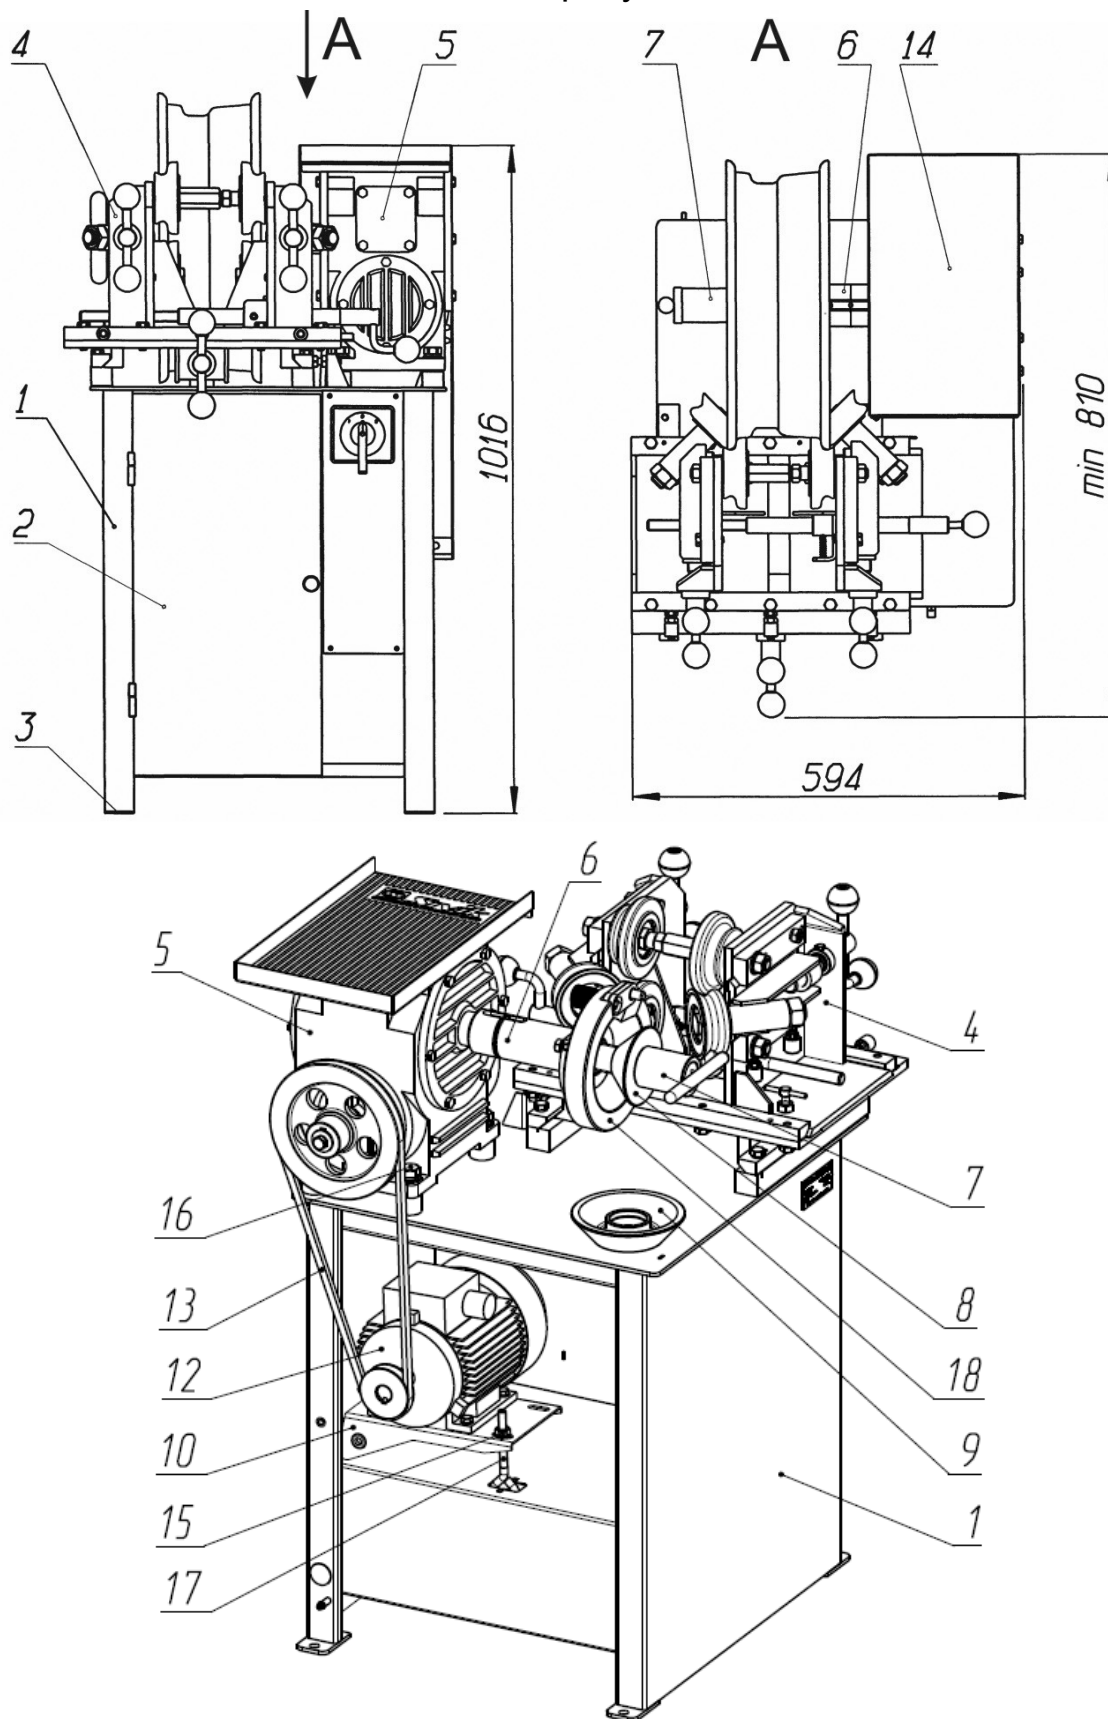
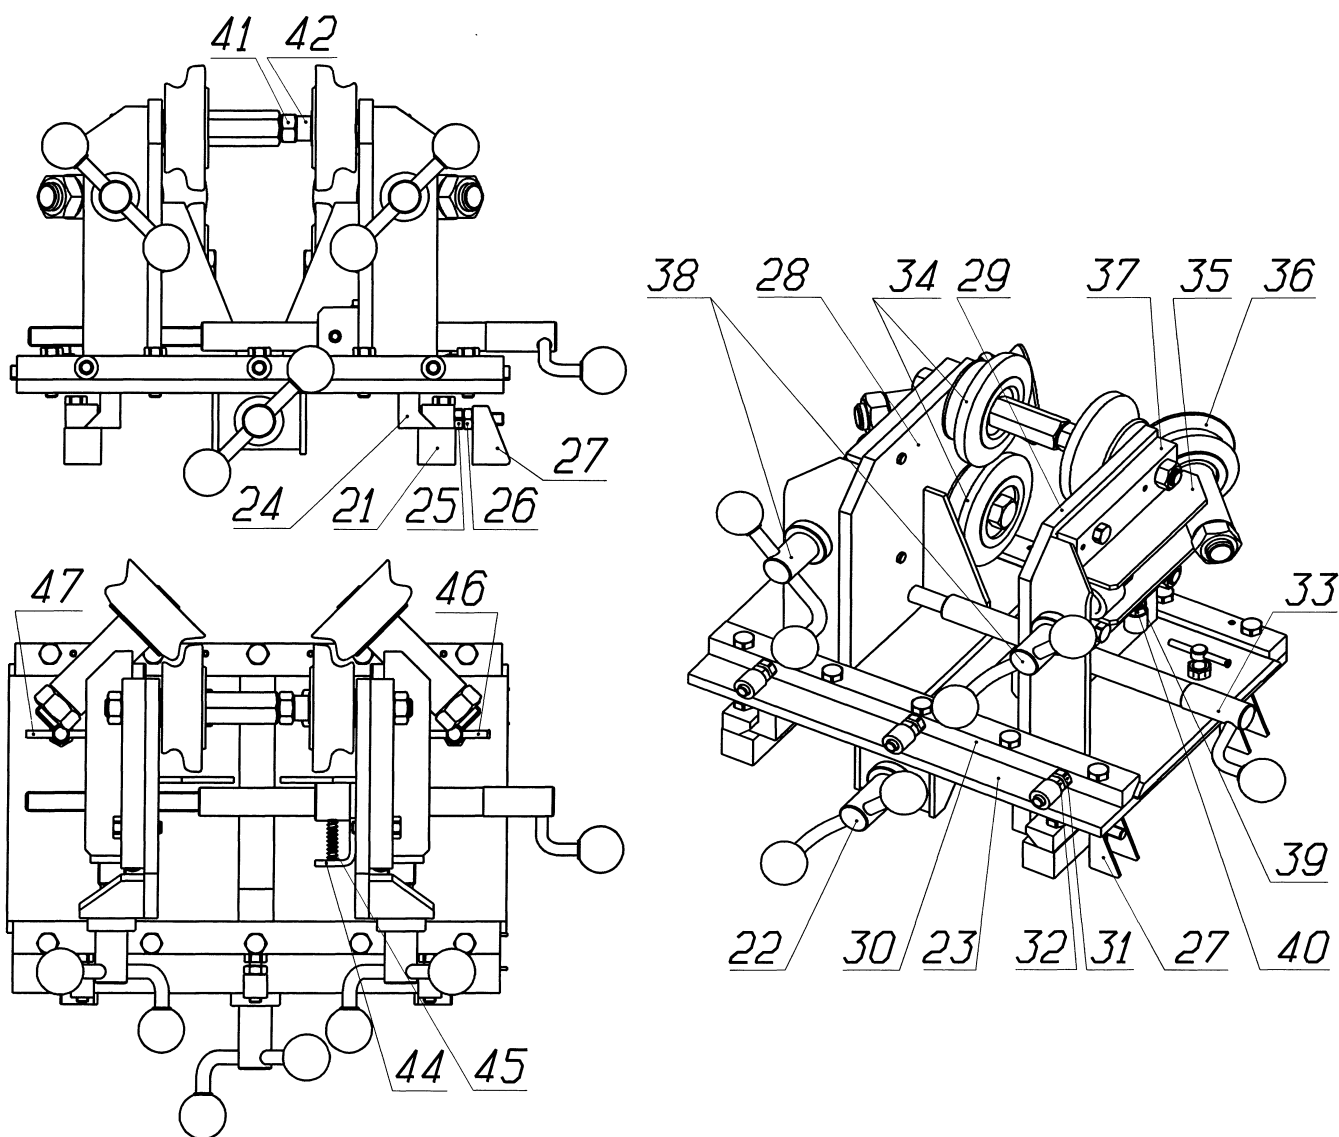

Рисунок 4.1 - Устройство станка
Рисунок 4.2 - Устройство дископравное
Принцип работы станда заключается в обкатке и калибровке деформированных ободьев большими и малыми правильными роликами 34,36 (рисунок 4.2).
6.2.1 Подвести большие правильные Ролики 34 (рисунок 4.2) к полкам обода колеса. Должно производиться одновременное касание обода к четырем роликам 34. Допуск не параллельности оси колеса и оси роликов по горизонтали и вертикали должен составлять не более $\pm 0,5$ мм. Болты 16 (рисунок 4.1) затянуть до отказа, соблюдая равномерность затяжки.